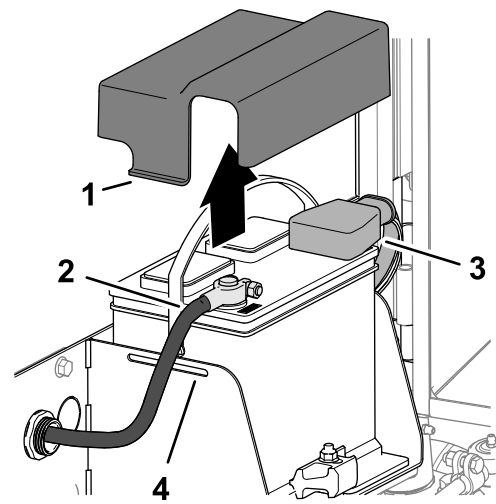

Figura 127
3. Apăsai părțile laterale ale capacului bateriei și îndepărtați capacul de pe compartimentul bateriei (Figura 127).